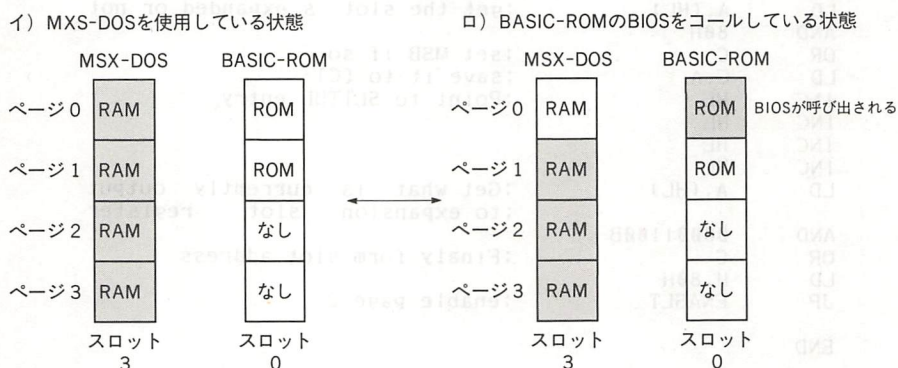

図5.41 インタースロットコールのされ方
- (1)初めは MSX-DOS モードなので 64K のアドレス空間すべてに RAM が選択されており、このままでは BASIC-ROM をアクセスできない(図5.41-イ).
- (2)ROM の BIOS を呼び出すためにページ 0 を BASIC の MAIN-ROM に切り換え、アクセス可能な状態にする。そして BIOS を呼び出す(図5.41-ロ).
- (3)BIOS の処理が終わったら再び元の状態に戻し、初めに呼ばれたアドレスにリターンする。